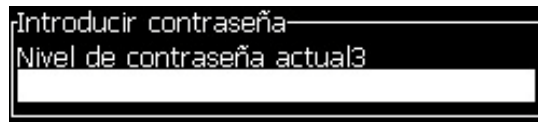

Figura 4-11. Cuadro de diálogo Enter Password (Introducir contraseña)
- 1 Pulse *Alt + W* y seleccione la opción *Introducir contraseña* en el menú *Contraseña*. Aparecerá el cuadro de diálogo *Introducir contraseña* (consulte la figura 4-11).